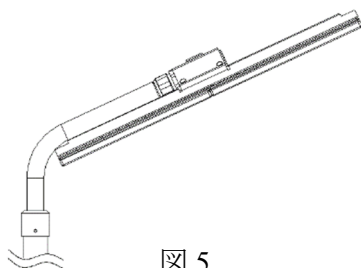

図 5
- ☞ 取付型式は曲り管を使用です。( 図 5 )
- ☞ The mounting types are for the use of bending tube mounting (Figure 5).